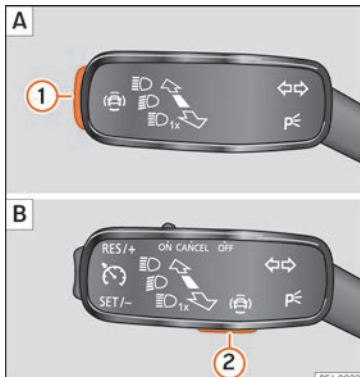

Fig. 138 En la palanca de intermitentes y de luz de carretera: tecla para los sistemas de asistencia al conductor (según versiones).
- Pulse brevemente la tecla »» fig. 138 ① o ② para abrir el menú **Asistentes**.